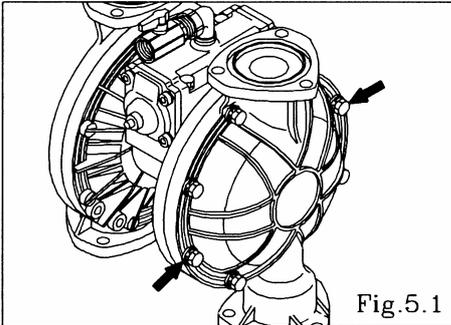

Fig.5.1
Vea [9. Vista despiezada] en la pág. 13 siguientes. (La Fig. 5.1 muestra NDP-50 BS_).
- Retire los 16 (24 en NDP-80) pernos retenedores de la cámara de salida y quite esta cámara. [Fig. 5.1]